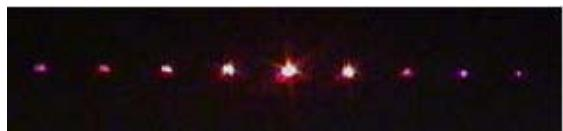

Fig. 7 Franja de reflexão de uma grade
- Observar a franja de reflexão (ver Fig. 7).